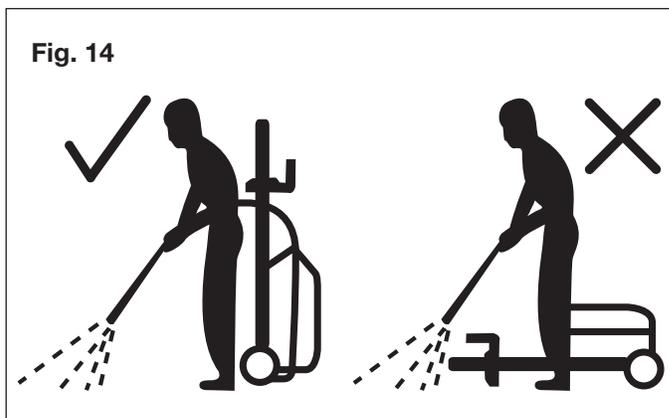

Fig. 14
2. La hidrolavadora debe ser usada en una superficie segura y estable, en una posición vertical (Fig. 14).